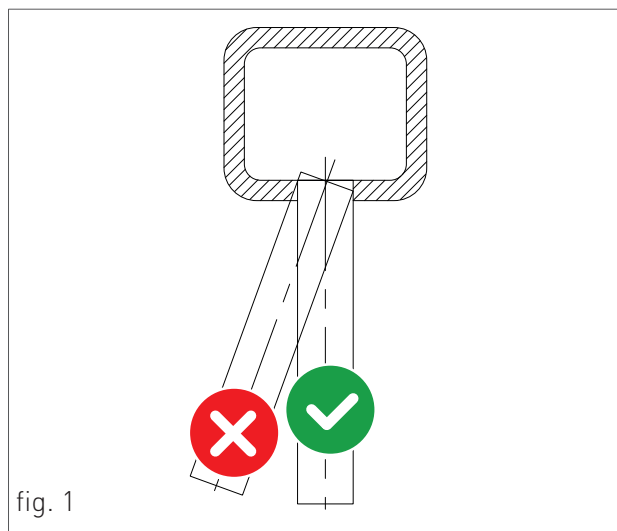

fig. 1
- › Conducta de evacuare trebuie să fie perpendiculară cu peretele intern opus al coșului de fum sau al conductei de evacuare a fumului (fig. 1).